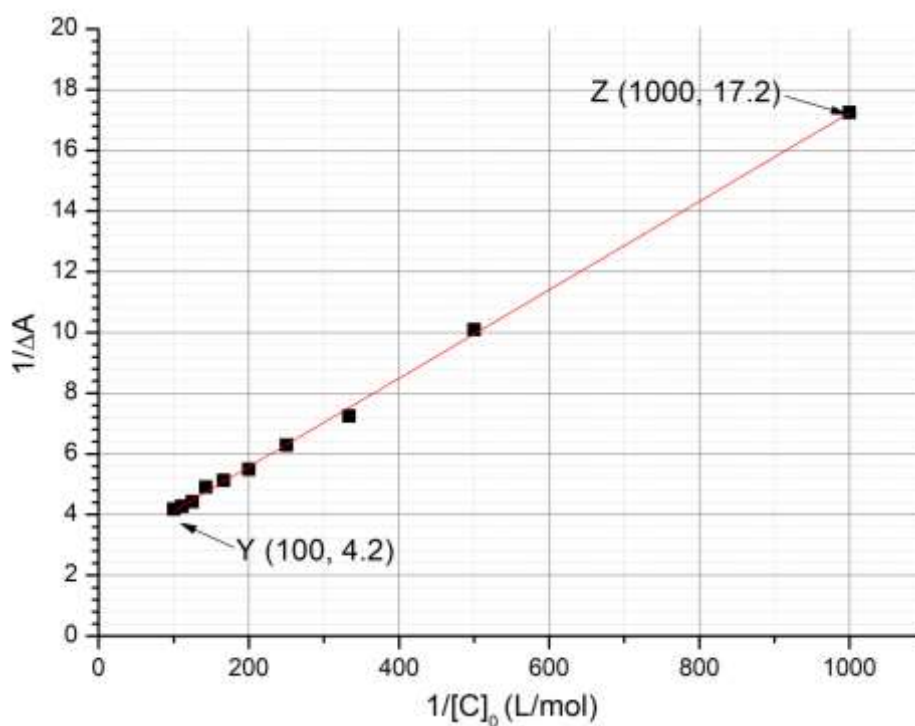

Fig. 3 – Evolución de  $1/\Delta A$  en función de  $1/[C]_0$ .
6. **Determine**  $K_t$  utilizando la siguiente curva experimental (Fig. 3).